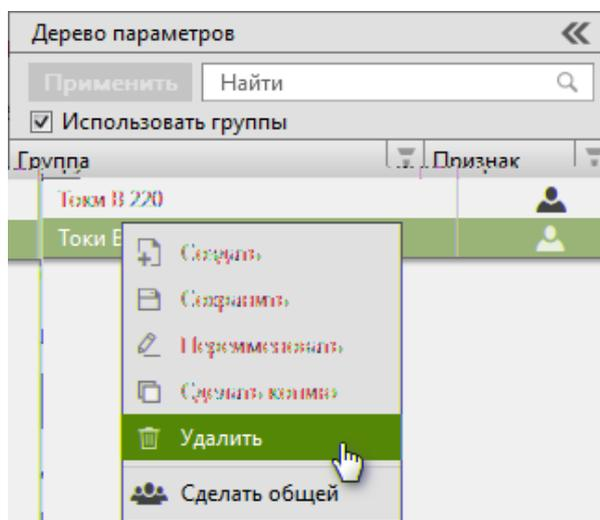

Рисунок 34 - Удалить
1. Нажмите *к м* по выбранной группе сигналов и выберите команду **Удалить** (Рисунок 34).